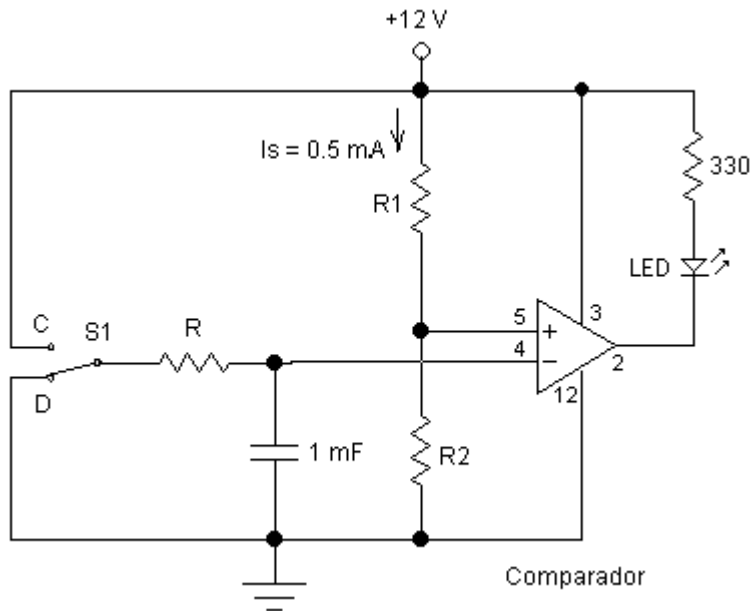
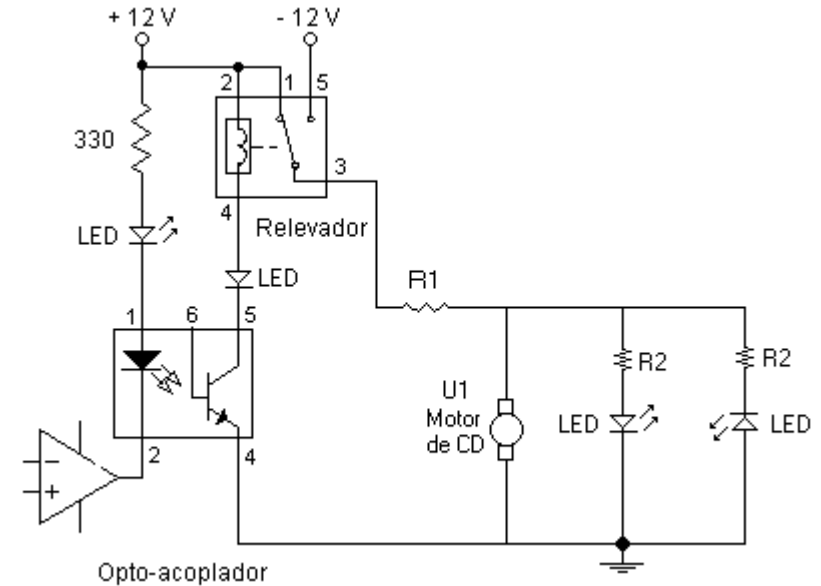

Figura 4.5.5.1
Figura 4.5.4.4
Arme el circuito de la Figura 4.5.5.1 usando los valores calculados en el trabajo previo.
Interconecte los circuitos armados de las Figura 4.5.4.2 y Figura 4.5.5.1 conectando un opto-acoplador y un relevador como se muestra en la Figura 4.5.4.4.
4.6.1 En el circuito de la Figura 4.5.5.1, calcule el tiempo que tardará el LED en apagarse al pasar el interruptor S1 a la posición de descarga (D), después de haber estado un largo tiempo en la posición C.